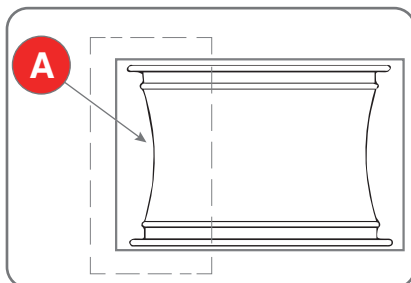

Fig. 6.3
Roues avec jantes en alliage: certaines roues avec jantes en alliage ont un creux de la jante (A) minimum ou pas de creux du tout - (Fig.6.3). Ces jantes ne sont pas approuvées par les normes du DOT (Department of Transportation - Département des Transports). L'acronyme DOT certifie la conformité des pneus aux normes de sécurité adoptées par les États-Unis et le Canada (ces roues ne peuvent être vendues sur ces marchés).